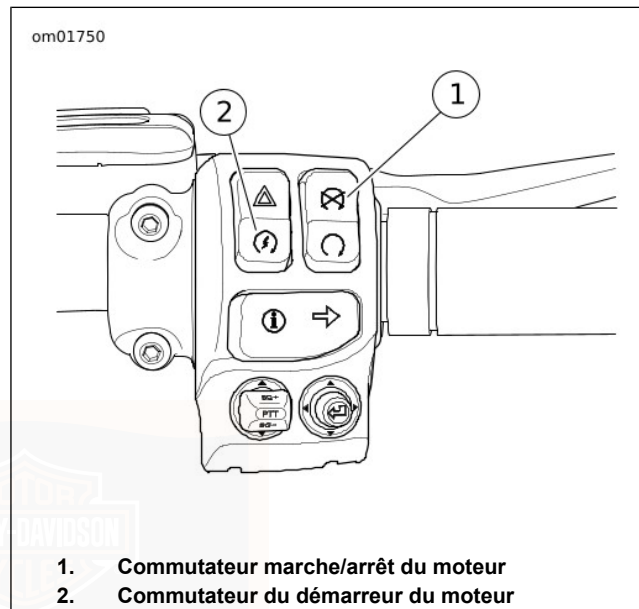

Figure 33. Commande de droite du guidon
1. Voir Figure 33. En présence d'un porte-clés du système de sécurité attribué, mettre le commutateur MARCHE/ARRÊT en position MARCHE. Ne pas pomper la commande des gaz.